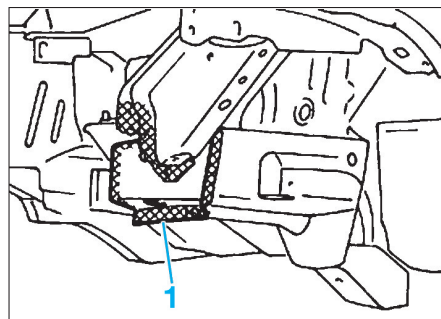

FIG. 2
- Redresser et nettoyer au besoin, la zone (1) (Fig.2).